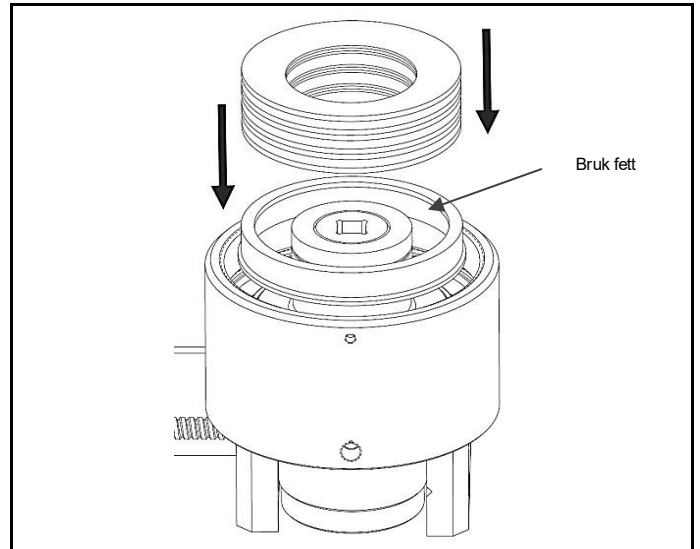

Fig. 4.6 Plasser fjærinnlegg og skivefjærer, i det du passer på at de er stablet riktig
- Kontroller at fjærskivene er stablet på samme måte som før. (Fig. 4.6)